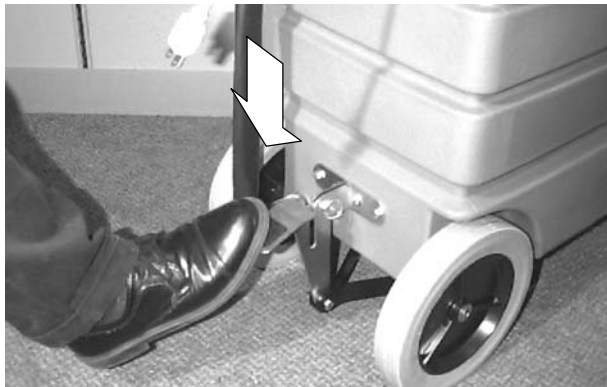

FIG. 11
- Pour soulever le racloir, appuyez sur la pédale jusqu'à ce qu'elle s'engage en position de transport (Figure 11).